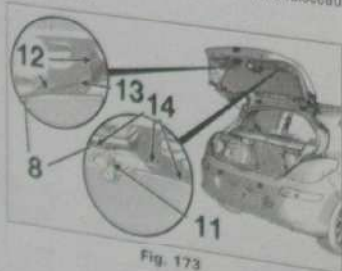

Fig. 173
- Débrancher le connecteur (11) (Fig. 173).
- Dégrafer et écarter en (12), (13) et (14), le faisceau électrique (8).